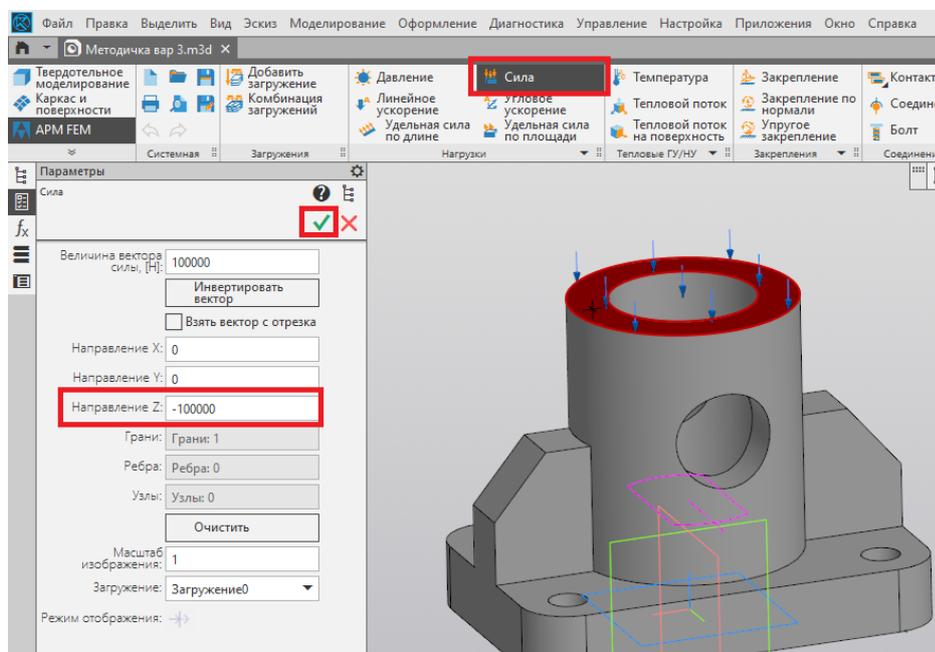

Рис. 167
4. Добавляем распределённую нагрузку на верхнюю грань детали при помощи команды «Сила». Указываем значение $-100\ 000$ по направлению Z и нажимаем клавишу Enter. Завершаем команду нажатием на зелёную галочку (рис. 167).